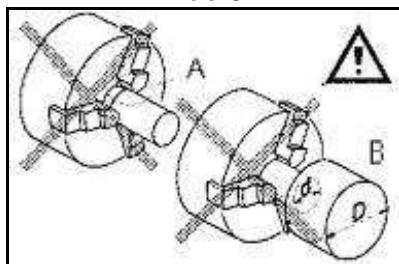

Рис.6
Старайтесь не обрабатывать заготовки с короткой зажимной длиной (A, Рис.6) или небольшого диаметра (B). Располагайте заготовку лицевой стороной.